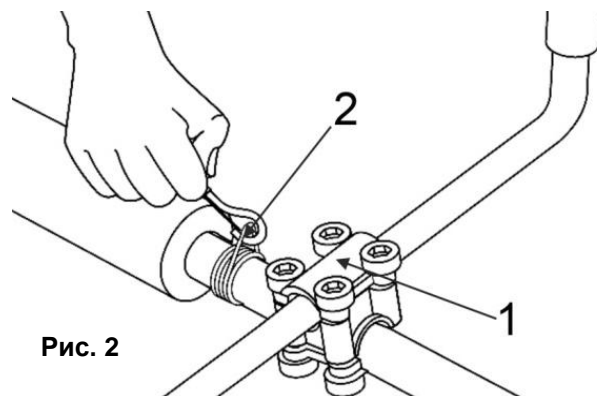

Рис. 2
- Поместите над соединением прижимную крышку (1), зафиксируйте положение ручек, затянув 4 крепящих винта (См. Рис.2).
- Прицепите карабин плечевого ремня к петле крепления (2)(См. Рис.2)